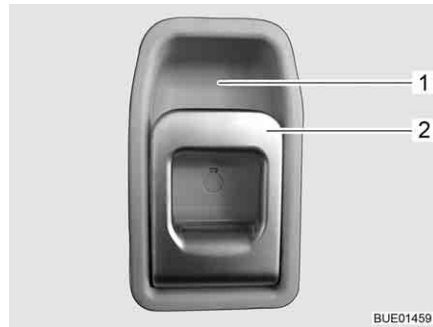

Fig. 60 Serrure de la porte cellule, à l'intérieur
- Tirer sur la poignée (Fig. 60,2). La serrure de la porte est déverrouillée.
- Appuyer sur la poignée (Fig. 60,2) en haut en direction de l'évidement (Fig. 60,1) dans lequel elle repose.